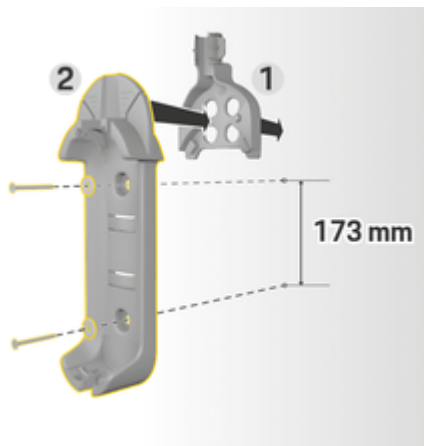

Рис. 116 Размеры под отверстия
3. Вдавите базовое настенное крепление 2 (Рис. 116) спереди в кабелепровод 1 (Рис. 116).